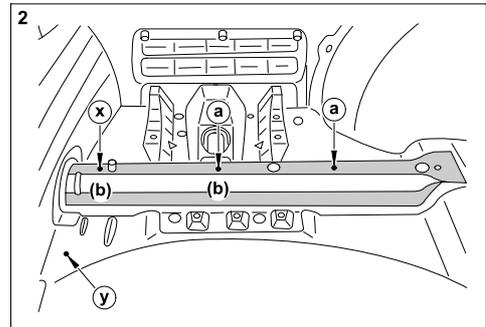

Bild 2 : Bohrungen Gepäckraum links
- 5.) Im Gepäckraumboden zwischen Längsträger links und Reserveradmulde bei Körnerpunkt Loch \varnothing entsprechend Kabeltülle fürKabeldurchführung bohren ("y"); siehe Bild 2.